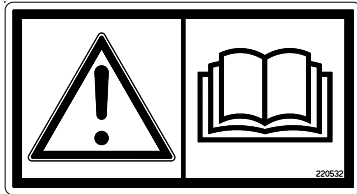

Fig. 1
**Avviso monitorio UH220532 (Fig. 1)**